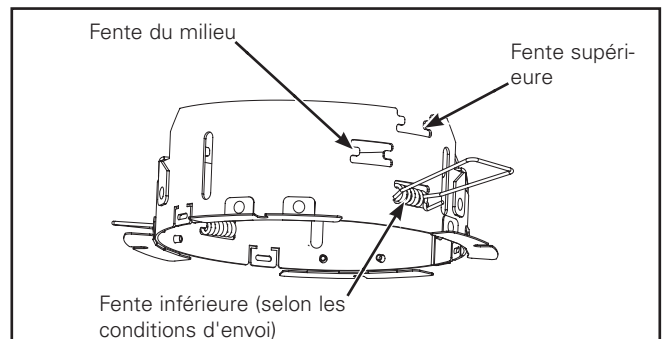

Figure 27
- L'anneau peut être adapté à différentes épaisseurs de plafond et à des hauteurs de cadre de plâtre ou de boîtier en utilisant différentes fentes pour les ressorts de montage. Par défaut, les anneaux sont expédiés avec les ressorts au-dessus pour un bâti ou un plafond de 5 cm d'épaisseur. Pour un plafond mesurant entre 0,5 et 0,75 po, utilisez la fente inférieure et pour des plafonds mesurant plus de 0,75 po mais moins de 1,5 po, utilisez la fente du milieu (Figure 27).